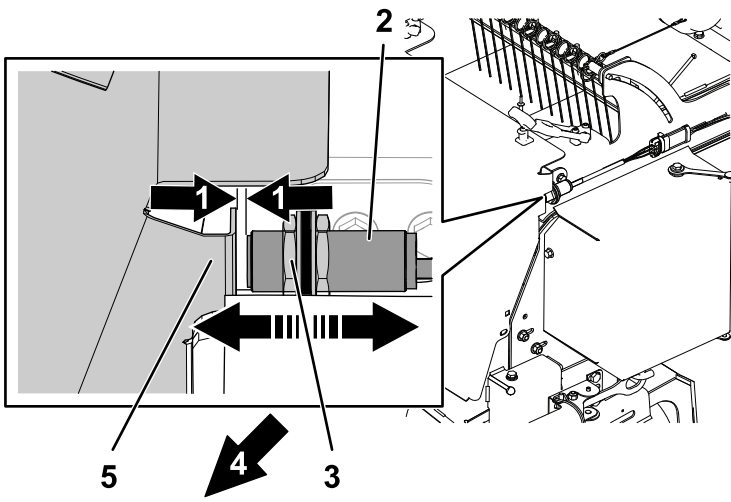

Figura 10
- Ajuste la distancia entre el sensor y la puerta de la tolva a 3 mm, como se muestra en la Figura 10, usando las tuercas de ajuste. La distancia no debe ser superior a 6 mm.